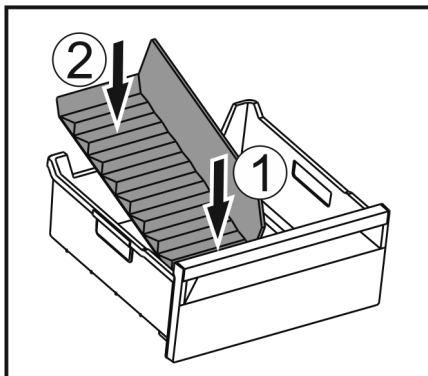

Fig. 171
- ▶ Vorderen Teil des Eisfach-Trenners einsetzen. Fig. 171 (1)
- ▶ Hintere Teil des Eisfach-Trenners bis zum Schubfachboden absenken. Fig. 171 (2)